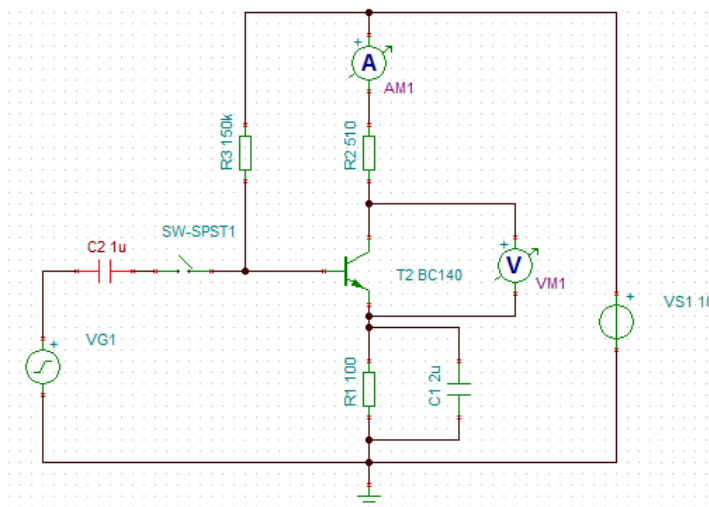

Рисунок 4.15 – Схема усилительного транзисторного каскада с общим эмиттером
8. Собрать схему транзисторного усилителя (рисунок 4.15). Установить напряжение питания $VS1 = 10$ В. Напряжение питания $VS1$ и номиналы резисторов могут быть заданы преподавателем. Переменный входной сигнал не подключать, ключ 1 должен быть разомкнут.